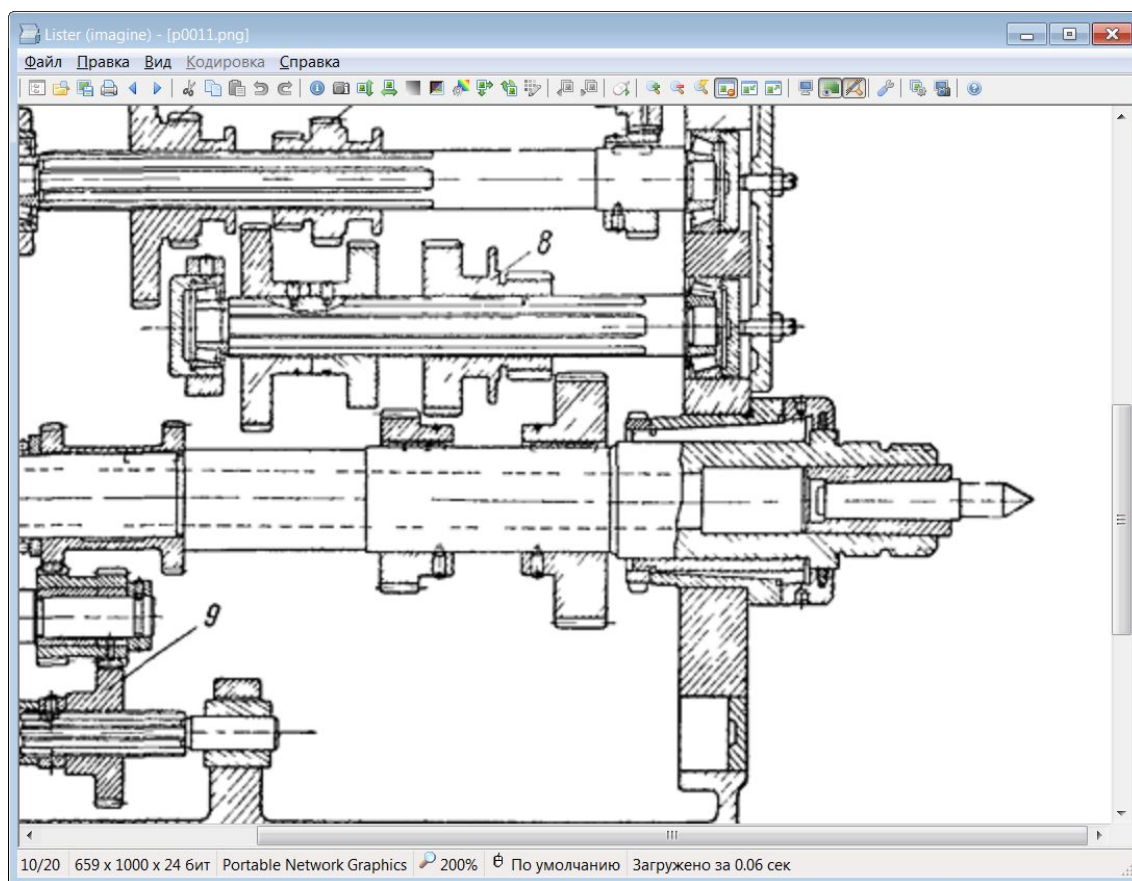

Рисунок 5
4. Когда на черновике эскиз подготовлен – открываем на компьютере изображение узла с заданной деталью (рисунок 5):